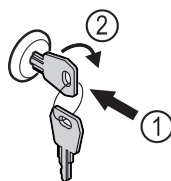

Fig. 169
- ▶ Sæt nøglen i. Fig. 169 (1)
- ▶ Drej nøglen 90° med uret. Fig. 169 (2)